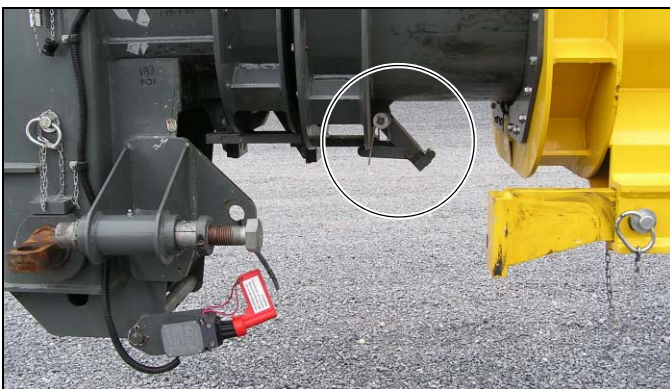

FIGURA 4-9
15. Tire de la manija hacia abajo para desengranar el bloque de tope bajo tensión de resorte de la extensión de la pluma (Figura 4-9). Coloque el extremo de la manija en la placa de retención. Retraiga completamente la pluma.